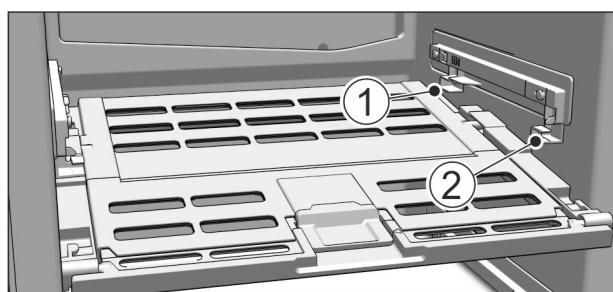

Fig. 50
- 装入水果和蔬菜长久保鲜盖子：将桥形接片由下方导入后部固定支架 Fig. 50 (1) 内并卡在固定支架 Fig. 50 (2) 的前部。